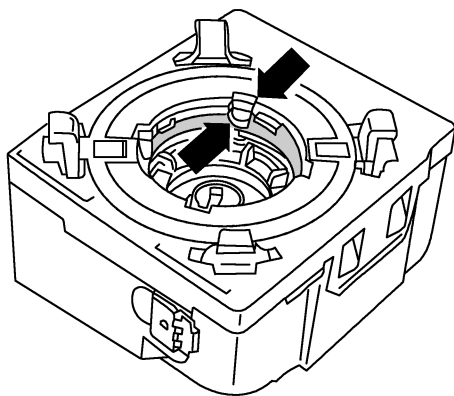

图 11-1-13 安装气体放电前照灯点火线圈
- (1) 将新的气体放电前照灯插入外壳中, 此时不得赤手接触灯泡。注意安装位置: 灯座上方的凸耳必须嵌到气体放电前照灯的凹槽上。
- (2) 用钢丝弹簧夹固定气体放电前照灯。插接器只能在安装点火线圈后插上。
- (3) 检查气体放电前照灯点火线圈外壳中的凹槽与压环上的凹槽是否正好重合, 如图 11-1-13 箭头所示。
(1) 如图 11-1-13 所示，检查气体放电灯点火线圈外壳中的凹槽与压环上的凹槽是否正好重合。
(2) 将气体放电灯点火线圈安装到前照灯上并沿顺时针方向转动到极限位置。点火线圈的转动必须轻松，外壳上的箭头只向上。
- (3) 重新连接插头，用固定夹固定电气插接器。
- (4) 合上壳体盖。
- (5) 连接蓄电池接地线。